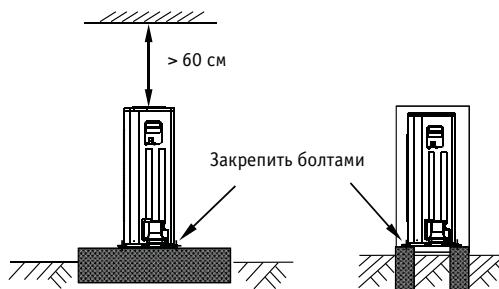

Рис. 17
- Подготовьте бетонное основание в соотвествии с характеристиками наружного блока (см. рис. 17).
- Надежно закрепите болтами опоры блока, чтобы предотвратить его падение в случае землетрясения или сильного ветра (см. рис. 17).